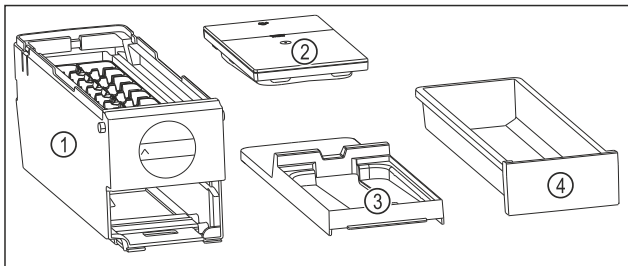

Fig. 190 Composants de l'EasyTwist-Ice
- L'EasyTwist-Ice est démonté en quatre parties. (voir Fig. 190)
- Ne démonter l'EasyTwist-Ice que de la manière illustrée. (voir Fig. 190)
- Nettoyer le corps de l'EasyTwist-Ice Fig. 190 (1) dans son ensemble.